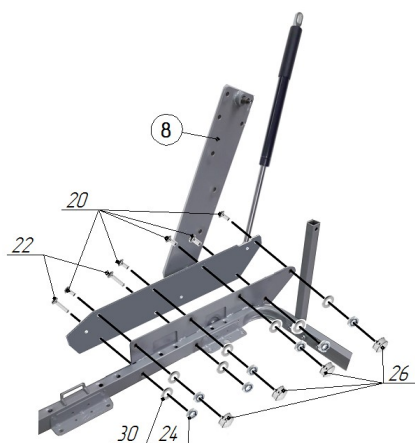

Рис.5.1 Слева
11) Соединить пластины механизмов и пластины рамы в соответствии с рисунками 5.1. и 5.2, используя винты М8х20 поз.20, М8х40 поз.22, гайки М8 со стопорным кольцом поз.24, шайбы $\varnothing 8 \times 18$ стальные поз.30 (рис.5.1, 5.2). На гайки винтов М8х20 надеть колпачки пластмассовые большие поз.26 в соответствии с рис. 5.1. и 5.2.